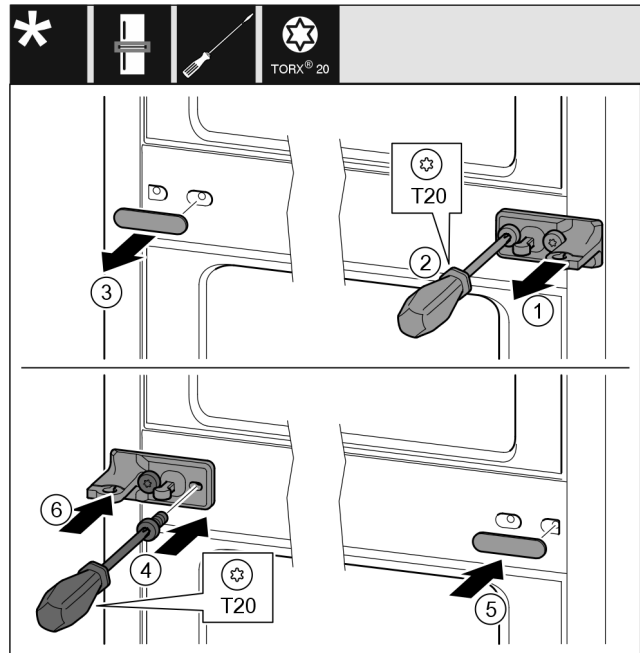

Fig. 34
- Sluitring Fig. 34 (1) wegnemen.
- Schroeven Fig. 34 (2) met een schroevendraaijer er uit draaien.
- Afdekking Fig. 34 (3) voorzichtig wegtrekken.
- Lagerbok met folie Fig. 34 (4) 180° gedraaid aan de andere zijde goed vastschroeven.
- Afdekking Fig. 34 (5) 180° gedraaid op de andere zijde aanbrengen.
- Sluitring Fig. 34 (6) van voren af erop schuiven.